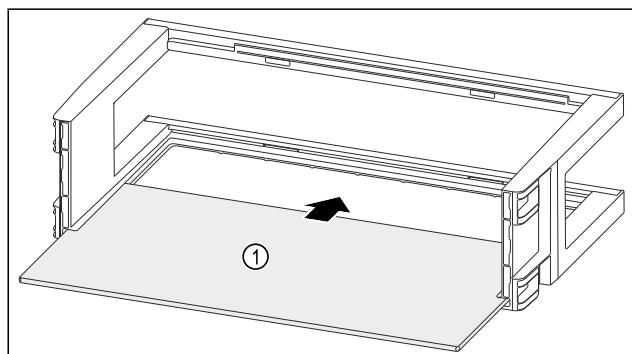

Fig. 134
- ▶ Вдвиньте съемную полку Fig. 134 (1) в боковые пазы.